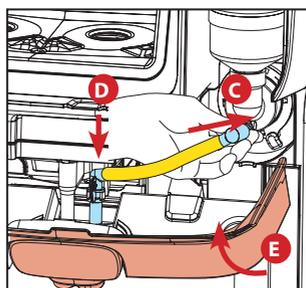

Fig. 5
4. Rimontare il tubo sul contenitore di miscelazione (C) e innestare l'ugello di erogazione sulla vaschetta di miscelazione. Chiudere il pannello (E) e la macchina ritornerà automaticamente alle normali funzioni di erogazione. (Vedere la fig. 5)